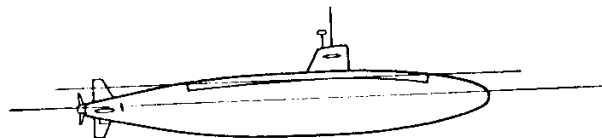

図10：構造形状による船の分類(4) [2]
5. 潜水船 (潜水単胴船) または潜水艦 (Submarine) : 最近の潜水艦は涙滴型という流線形をしており、水上を航行するときよりも水中を潜水する時のほうが速度が速い。(図10)